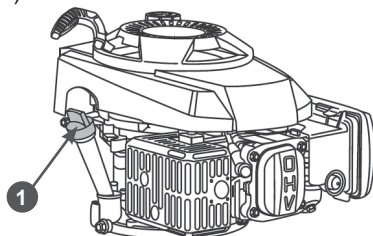

Рис. 9 Крышка-щуп маслозаливной горловины
2. Открутите крышку-щуп 1 маслозаливной горловины и извлеките щуп (Рис. 9).
2. Открутите крышку-щуп 1 маслосаливной горловины и извлеките щуп (Рис. 9).